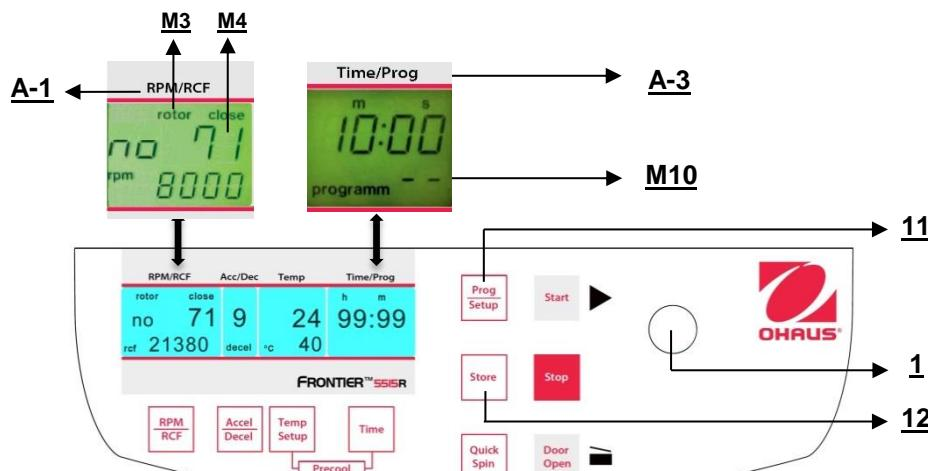

Abbildung. 25
Um gespeicherte Programme aufzurufen, drücken Sie die Taste "Prog/Setup" (11) (siehe Abbildung 25), während der Deckel bereits geschlossen ist. Innerhalb der Anzeige "Time/Prog" (A-3) erscheint "programm -"(M10). Die gewünschte Programmnummer kann vorab mit dem Anpassungsknopf (1) ausgewählt werden.
Um den Programmmodus zu verlassen, drücken Sie lediglich die Taste "Prog/Setup" (11) (siehe Abbildung 25). Dann erscheint innerhalb der Anzeige "Time/Prog" das Wort "programm--".